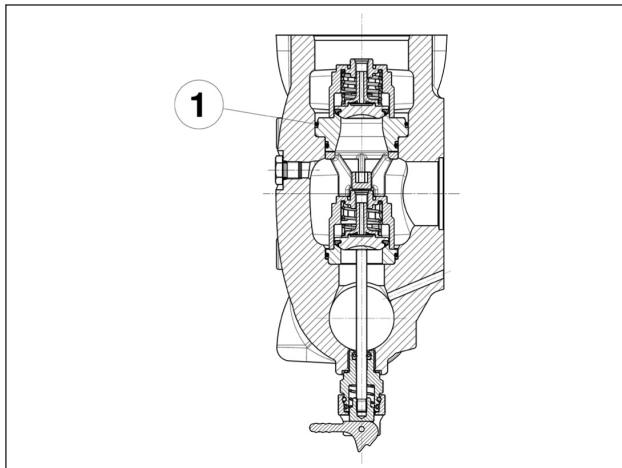

Fig. 128
Preste atenção especial na inserção do anel O-ring indicada na pos. ①, Fig. 128.